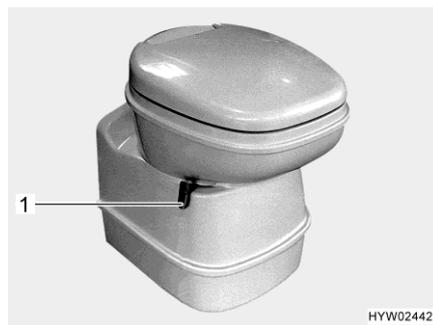
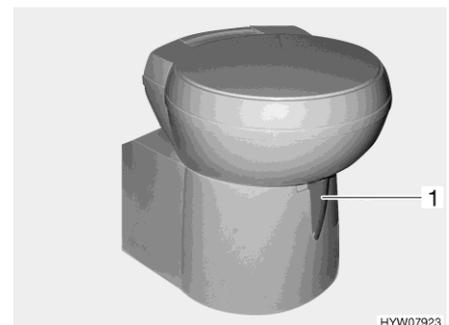

Fig. 199 Tazza del WC Thetford, orientabile
Fig. 200 Tazza del WC Thetford, orientabile (alternativa)
- Prima di tirare l'acqua, aprire il cursore della toilette Thetford. A tal fine girare la leva del cursore (Fig. 199,1 o Fig. 200,1) in senso antiorario.